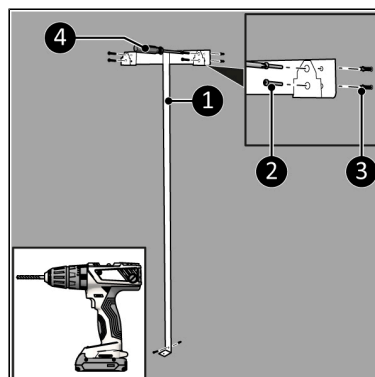

Figure 7.
4. Placez le support mural (Figure 7, pos. 1) contre le mur et marquez les cinq trous.
6. Insérez des chevilles (Figure 7, pos. 3).
7. Vissez et fixez le support mural (Figure 7, pos. 1) au mur avec cinq grandes vis (Figure 7, pos. 2) à l'aide d'un tournevis cruciforme (Figure 7, pos. 4).